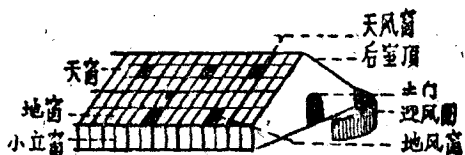

图 1 玻璃温室立体图
① 安装玻璃屋頂时，天窗上端搭在后屋面的屋檐上，天窗与地窗銜接处搭在碼杠（支持玻璃框的横杠，我們用的是直徑 3—4 寸的圓木）上，碼杠最好用厚 3.5 寸、寬 3 寸的无节子的方木，这样可使天窗与地窗交接处吻合严密。碼杠由碼杠柱支起，碼杠柱高出地面 3.5—3.6 尺，直徑 3—4 寸。地窗与小立窗銜接处搭在小碼杠上，小碼杠为 3 寸見方的小方木，由小碼杠柱支起，小碼杠柱高出地面 1.8 尺。小立窗的下端立于土埂上，与地面相接（見图 1）。